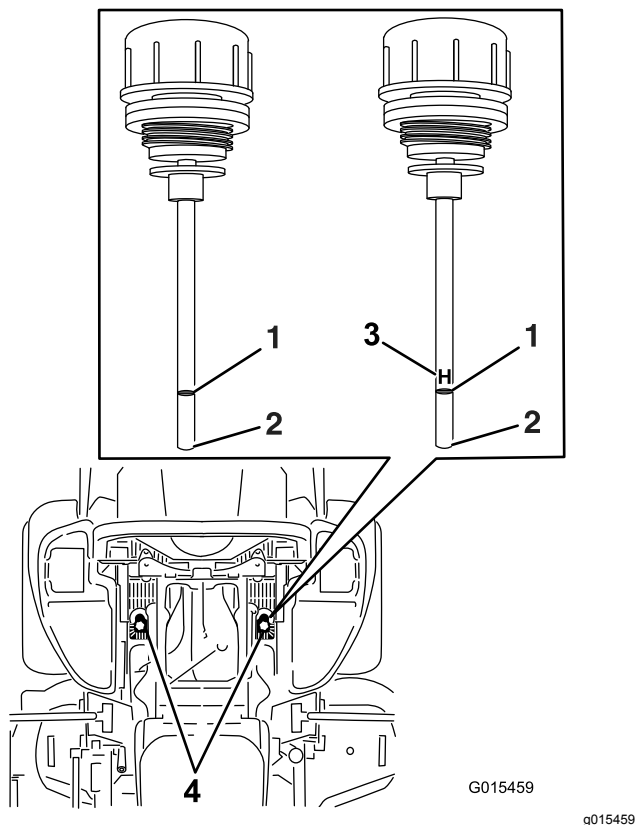

Figura 81
6. Limpie la zona alrededor de las varillas de los depósitos del sistema hidráulico (Figura 81).
7. Retire una varilla del depósito de aceite hidráulico (Figura 81).
9. Retire la varilla e inspeccione el extremo (Figura 81).